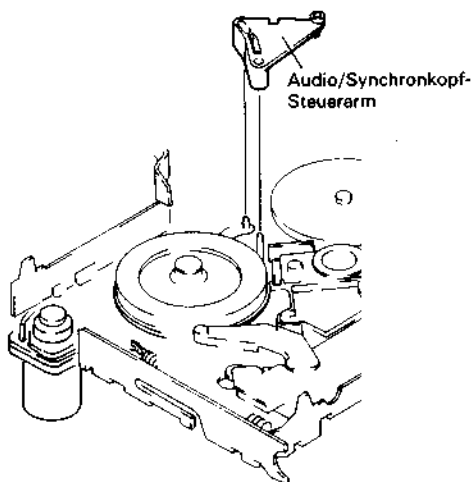

Abb. 2.93 Ausbau des Audio/Synchronkopf-Steuerarmes
Ausbau des Audio/Synchronkopf-Steuerarmes (Abb. 2.93)
3. Den Audio/Synchronkopf-Steuerarm herausziehen (siehe Abb. 2.93).
5. Den Audio/Synchronkopf-Steuerarm ausbauen (siehe Abb. 2.93).
3. Den PB/REC Antriebsarm ausbauen (siehe Abb. 2.93).